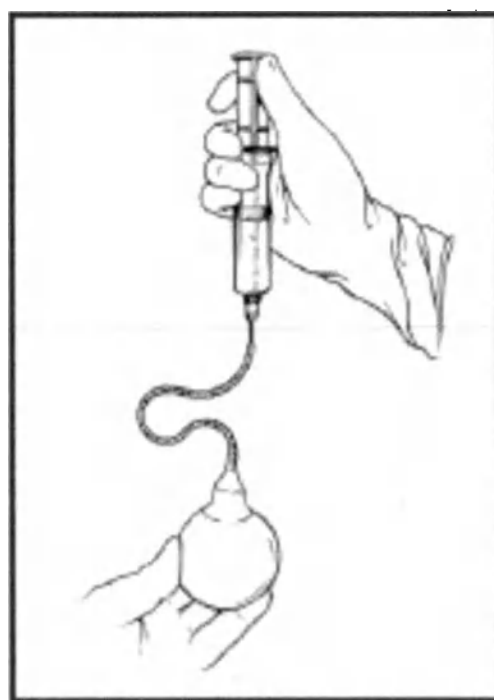

Рис. 21. Удаление воздуха
4. Использовать частично заполненный шприц, чтобы удалить весь воздух из резервуара (рисунок 21).